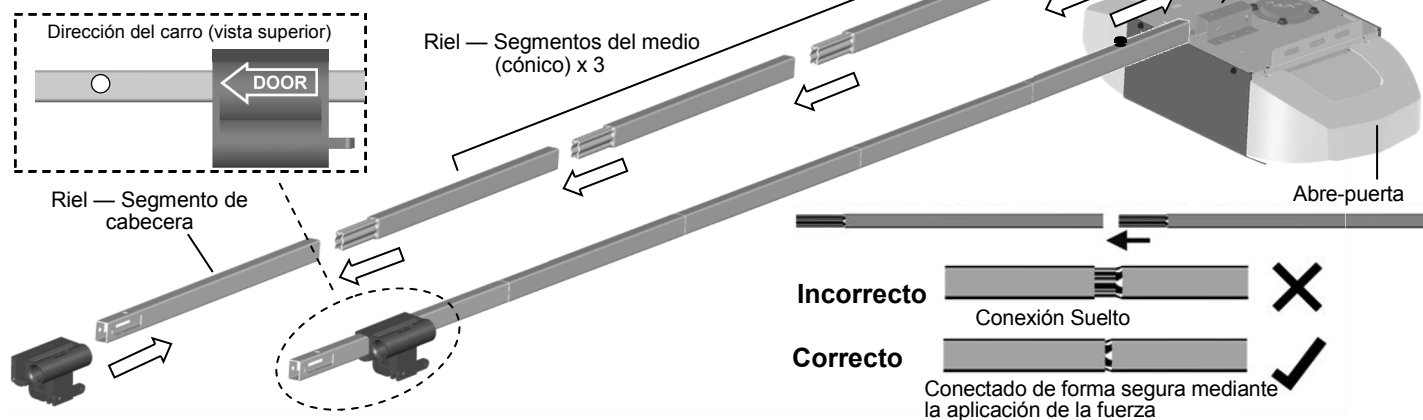

Fig.1
1. Prepare los rieles como se muestra en la Fig. 1.